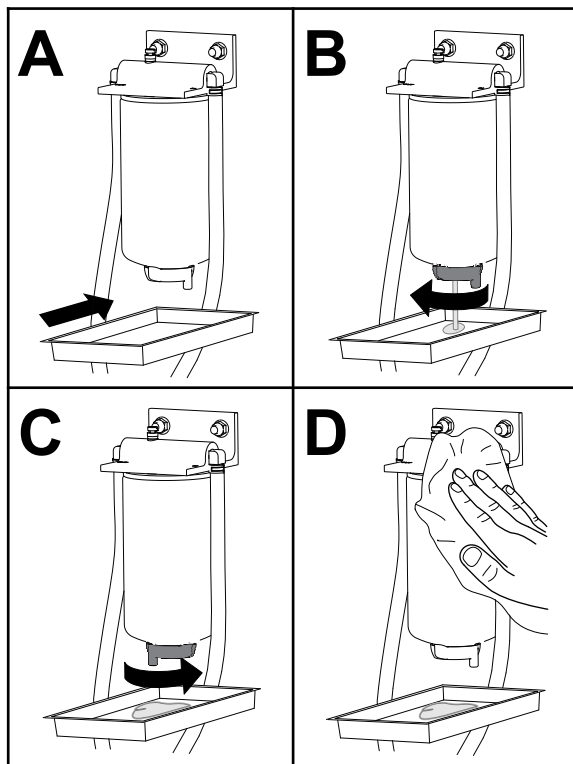

Figura 53
1. Drene el agua del separador de agua/combustible tal y como se muestra en la Figura 53.